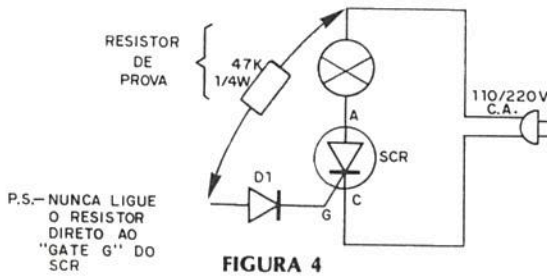

FIGURA 4
- Se o SCR não liga de modo algum, verifique se o mesmo dispara fazendo a seguinte ligação mostrada na figura 4. Se com esta ligação ele não disparar é porque ele está "queimado" devendo ser trocado. Se disparar é porque o problema se encontra em outra parte do aparelho.